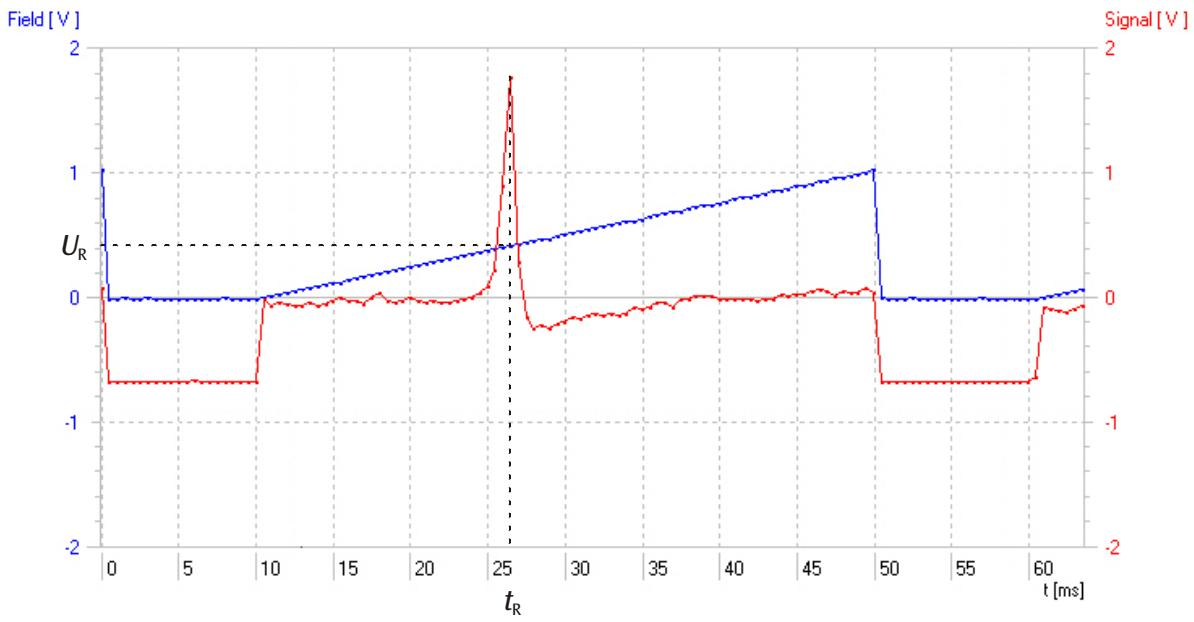

Fig. 6 Andamento del segnale con 40 MHz (rosso: segnale di assorbimento in funzione del tempo, blu: tensione della bobina in funzione del tempo)
- Annotare la tensione bobina di risonanza  $U_R$  e la relativa frequenza di risonanza  $v_R$  (vedere fig. 6).